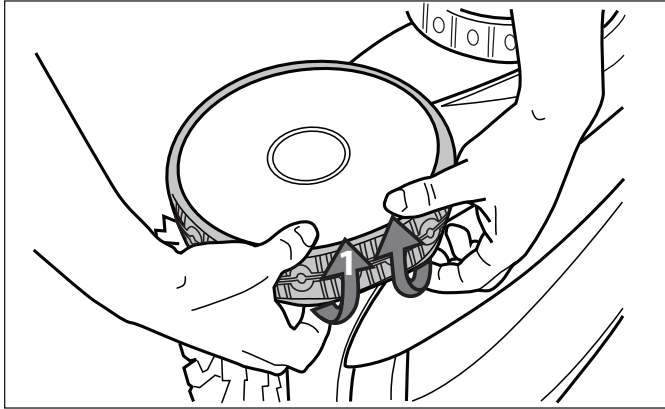

Figure 35. Démontant le pneu usé de la roue
1. Tirer sur l'intérieur du pneu usé pour dégager le pourtour du pneu de la roue (Figure 35).